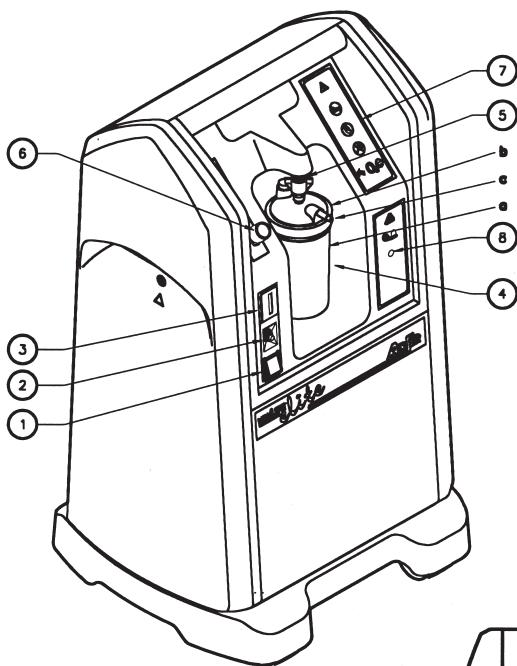

Fig. I.1
I. 1. Voorzijde (Fig. I.1) .....	2-NL
### I. 1. Voorzijde (Fig. I.1)